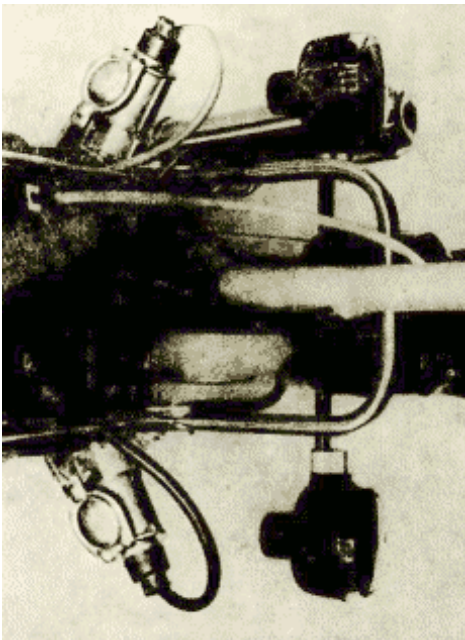

Bild 4. Verlegung der Kabelbäume für den Anhänger S 50 B
- Um Verwechslungen beim Anschließen der Kabelbäume des Anhängers zu vermeiden und um die volle Bewegungsfreiheit bei Kurvenfahrten sicher zu stellen, sind die beiden Kabelbäume gemäß **Bild 4** zu verlegen!